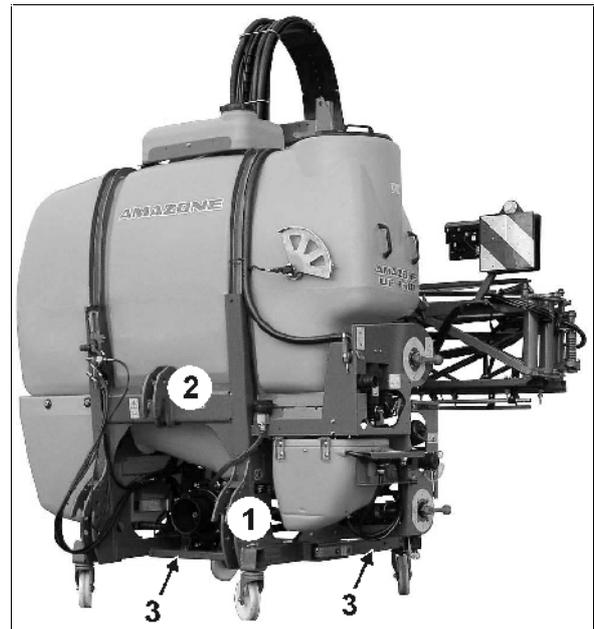

Fig. 79
1. Attendez le pulvérisateur porté à l'hydraulique trois points à l'arrière du tracteur. Insérez les bras d'attelage inférieurs du tracteur sur les axes d'attelage (cat. II) (Fig. 79/1).
2. Insérez les tirants supérieurs cat. II (**UF 1501**) (Fig. 79/2) ou. cat. III (**UF 1801**) avec les axes et goupillez en sécurité.
4. Rentez les deux béquilles de dépose (Fig. 79/3) et verrouillez les en sécurité.